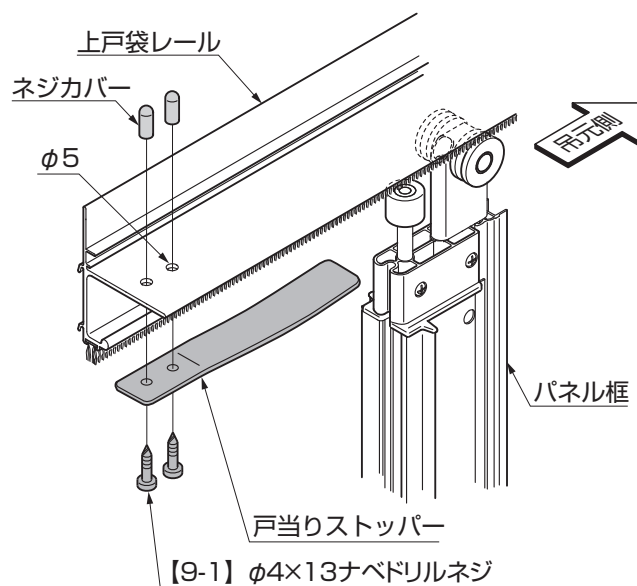

図5-1
①「6 レールの取付け 1. 前面上下レールの施工 1-1 上戸袋レールの加工」・「6 レールの取付け 2. 妻梁側側面上下レールの施工 2-1 上レールの加工」で加工した穴に【9-1】で戸当りストッパーを取付けて、ネジカバーをはめてください。（図5-1参照）